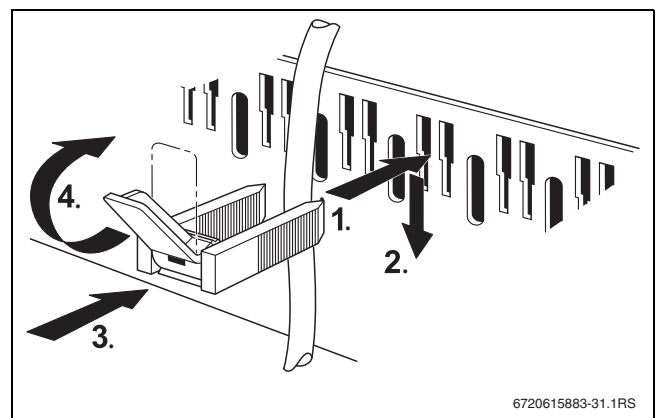

Bild 34 Kabel mit Kabelschelle sichern
- Kabelschelle mit eingelegter Leitung von oben in die Schlitz des Schellenrahmens einsetzen (→ Bild 34, Seite 31).